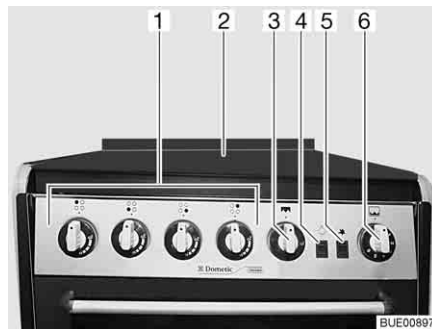

Fig. 181 Fornello a gas con forno e grill
- Aprire la copertura del fornello a gas (Fig. 181,2).
- Ruotare il pomello girevole (Fig. 181,1) dell'apparecchio a fiamma libera desiderato in posizione accesa (fiamma alta) e premere.
- Premere il pulsante per l'accensione (Fig. 181,5) finché la fiamma non brucia.
- ▷ Con l'interruttore (Fig. 181,4) si accende e si spegne la luce nel forno.
- Premere leggermente il pomello girevole (Fig. 181,3) e ruotare in posizione accesa (fiamma alta).
- Premere leggermente il pomello girevole (Fig. 181,6) e impostarlo su una posizione di accensione tra 1 e 6.